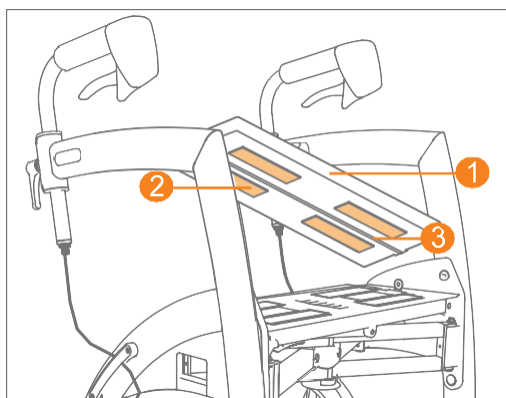

Figura 75: Retirar el cojín del asiento del andador
- Tire del cojín hacia arriba para soltar las tiras de velcro que lo fijan al asiento (**Figura 75**).